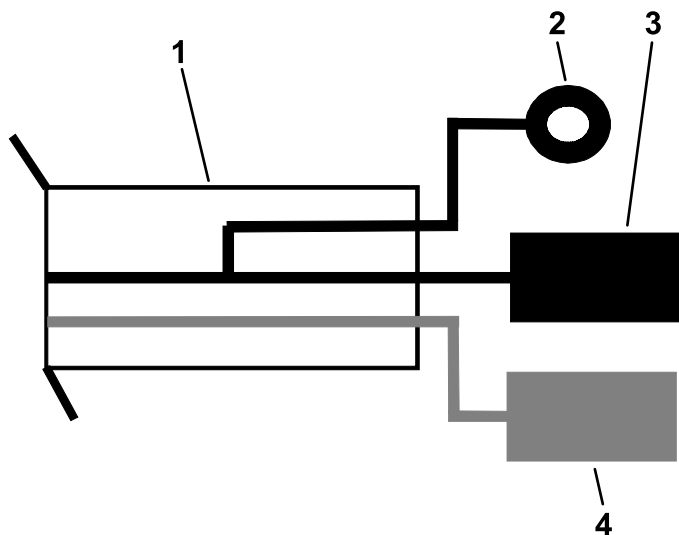

Рисунок 22
4. Подсоедините черную круглую клемму к блоку заземления машины (Рисунок 22).
5. Подсоедините красный провод питания к пустому гнезду в блоке предохранителей машины (Рисунок 22).